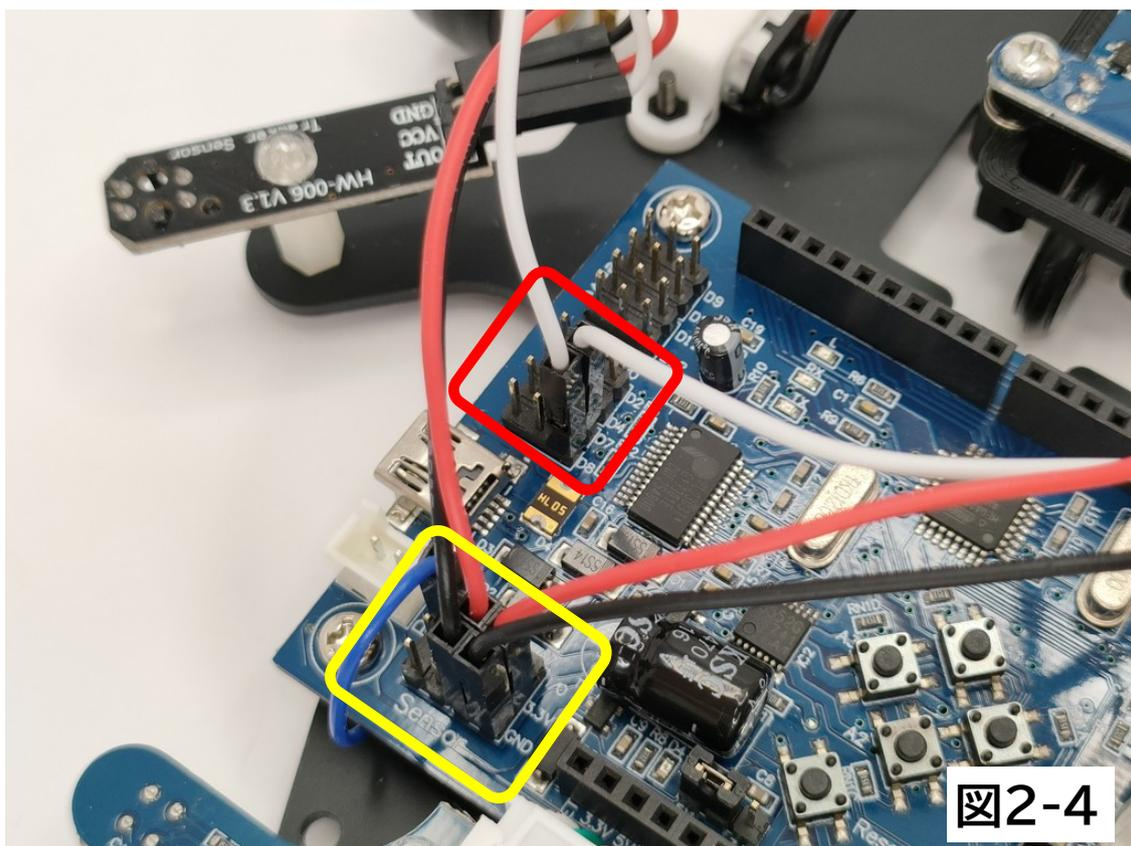

図2-4
3. 図2-4のように「マーカセンサ基板」を赤い枠に「ジャンプワイヤー白」、黄色い枠に「ジャンプワイヤー赤」と「ジャンプワイヤー黒」を「結線図」を参考に接続します。